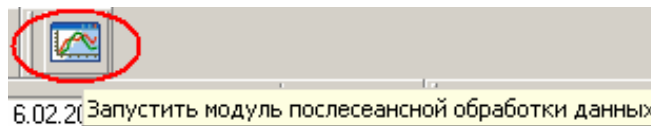

Рисунок 20
1.1. Запустить модуль послесеансной обработки (см. Рисунок 20).